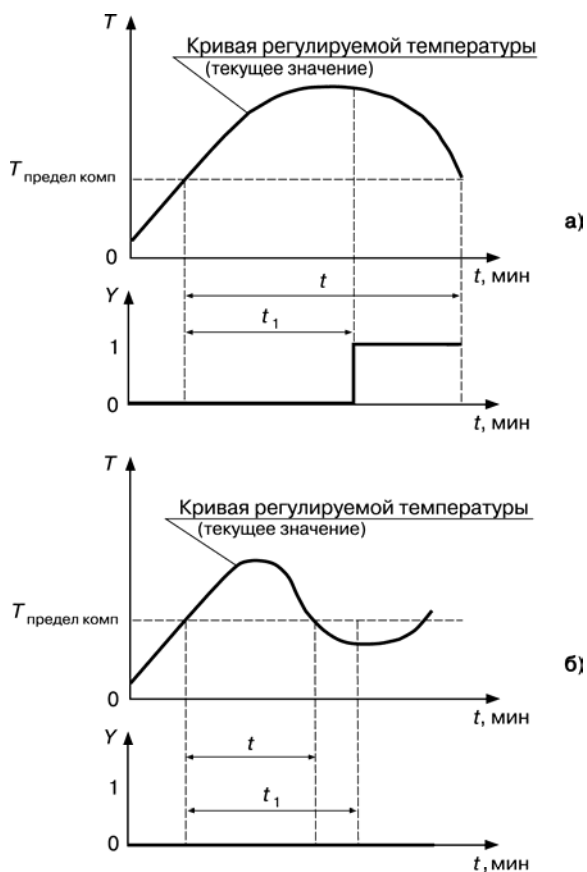

Рис. 3.19. Задержка срабатывания компаратора:
- если время нахождения регулируемой величины $t > t_1$ (времени задержки срабатывания компаратора), то компаратор срабатывает, рисунок 3.19, а;
- если время нахождения регулируемой величины $t < t_1$, то компаратор не срабатывает, рисунок 3.19, б.